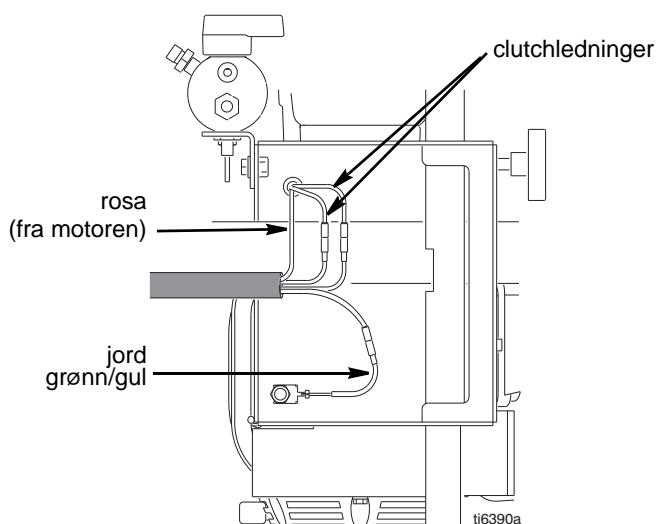

FIG. 12
2. FIG. 12. Kople fra alle nødvendig ledninger.
3. FIG. 12. Kople til alle nødvendige ledninger.
2. FIG. 12. Trykk pinnen (31) inn i hullet. Press låseringen inn i sporet hele veien rundt veivstanden.